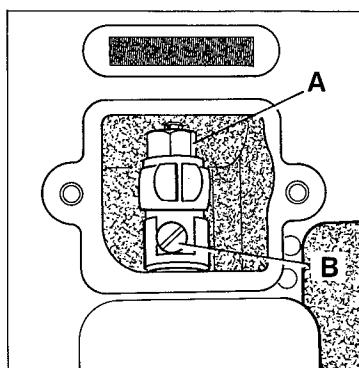

Fig.12
To change the stitch length, remove the cover plate located below the serial number of the machine. Loosen lock nut (A, Fig.12) and turn stitch length adjusting screw (B) clockwise to shorten the stitch or counterclockwise to lengthen it. After adjustment, retighten lock nut (A) and replace the cover plate.
Zum Verändern der Stichlänge entfernen Sie den Deckel unter der Seriennummer der Maschine. Lösen Sie die Mutter (A, Fig.12) und drehen die Stichlängenstellschraube (B) im Uhrzeigersinn um den Stich zu verkürzen oder im Gegenuhrzeigersinn um ihn zu verlängern. Ziehen Sie die Mutter (A) nach dieser Einstellung wieder an und schrauben den Deckel wieder auf.